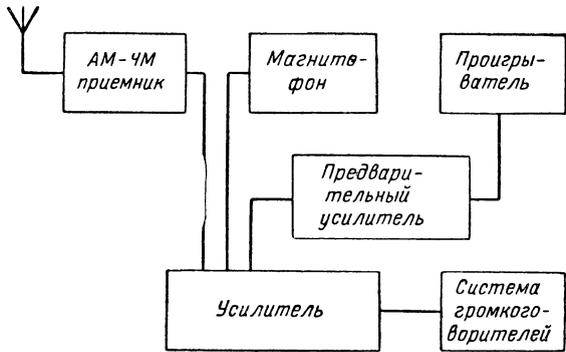

Рис. VI.90. Блок-схема системы высококачественного воспроизведения звука.
**Усилители с высоким качеством звучания.** Диапазон звуковых частот простирается от 20 до 20 000 гц. Для получения действительно высокого качества звучания может потребоваться усилительная аппаратура, способная без искажений воспроизводить звуки во всем диапазоне звуковых частот. Как видно из блок-схемы рис. VI.90, система высококачественного воспроизведения может состоять из ряда отдельных блоков. Так как выходные характеристики системы определяются характеристиками входящих в нее блоков, эти блоки должны обладать достаточно широкополосными частотными характеристиками.